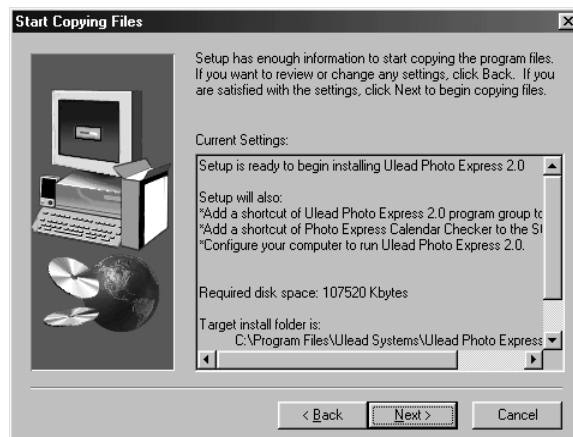
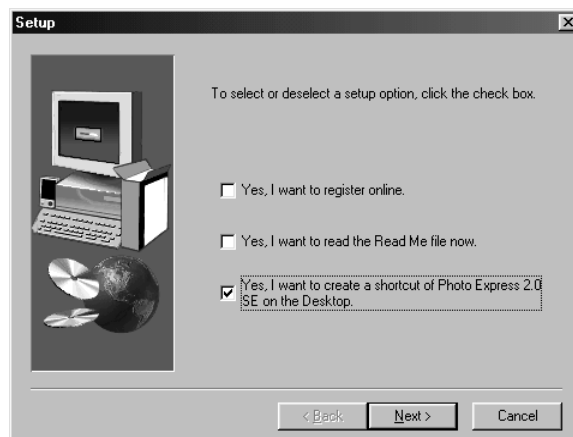

Figure 20 : installation de PhotoExpress 2.0
Figure 21 : installation de PhotoExpress 2.0
11. Cliquez sur 'Next' (Figure 20). PhotoExpress est maintenant installé. La Figure 21 est affichée après l'installation.
13. Cliquez sur 'Next' pour continuer l'installation (Figure 21).